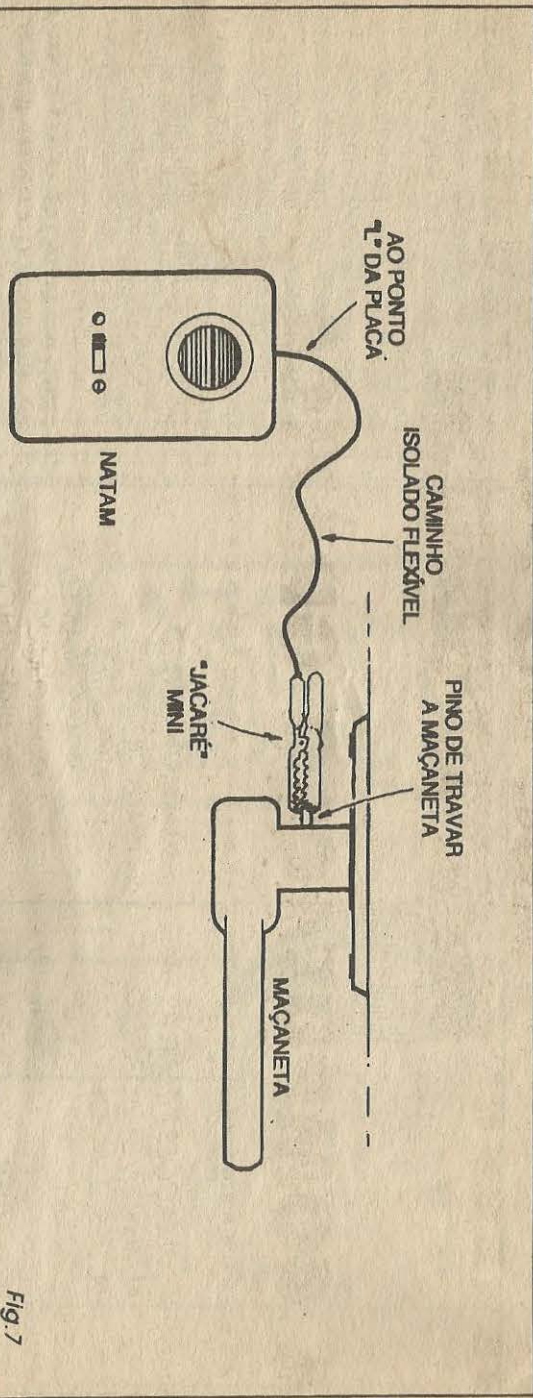

Fig. 7
- FIG. 7 - UM TRUQUE PARA GARANTIR SENSIBILIDADE, EM CONDIÇÕES MUITO ADVERSAS... -